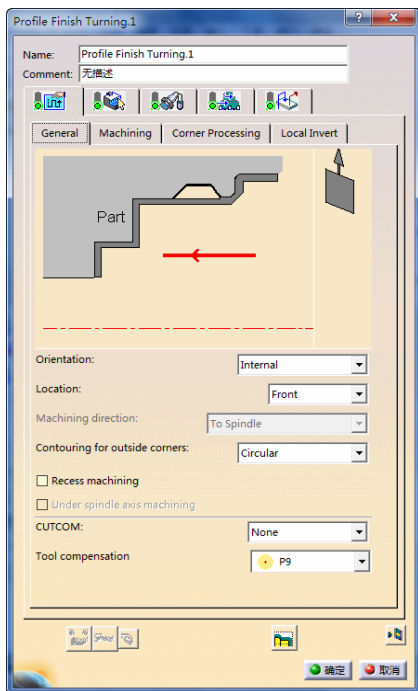

图 6-129 “General”选项卡(2)
- 单击“General”选项卡(2), 在“Orientation”下拉列表中选择“Internal”, 在“Location”下拉列表中选择“Front”, 取消“Recess machining”复选框, 如图 6-129 所示。